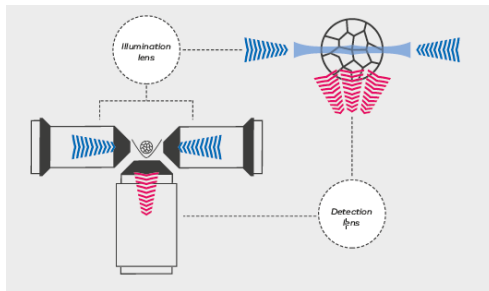

図.2 TruLive3D Imagerの光学配置
②ボリュームの正確なイメージング
ボリュームを作成する場合、従来は共焦点レーザー顕微鏡を利用して光学切片をZスキャンしながら撮影する必要がありました。これは①で見てきたように、退色の問題があり、またポイントスキャンのため、ハイボリュームでは非常に時間が掛かります。しかし、図.2にあるようにライトシート顕微鏡は、励起用対物レンズにて必要な焦点面のみを限定的に励起し、光学切片を作ります。ライトシート顕微鏡は、励起と検出のそれぞれに必要な特性の対物レンズを配置することが出来るため、より広い視野で限定された光学切片のみをsCMOSカメラで高速に撮影が可能で、より鮮明かつ正確にイメージングすることが可能になります。